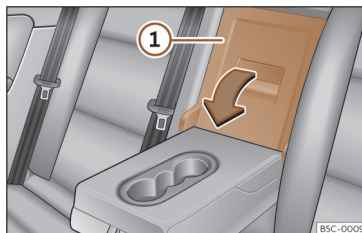

Abb. 172 An der Rücksitzlehne: Öffnung der Durchladeeinrichtung.
- Ziehen Sie den Entriegelungshebel in Pfeilrichtung und schwenken Sie den Deckel der Durchladeeinrichtung >>> (**Abb. 172**) ① vollständig nach vorn.